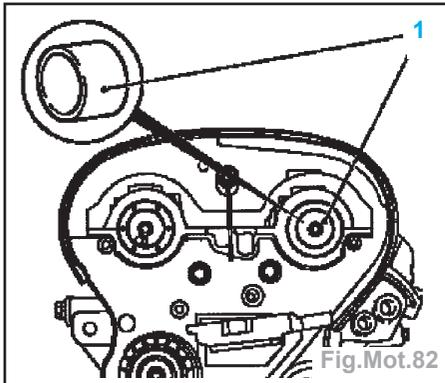

Fig.Mot.82
- Reposer les bagues d'étanchéité d'arbres à cames (Fig.Mot.82) :